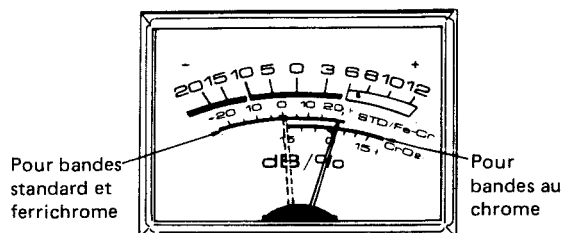

Fig. 3
4. Faire tourner la commande de polarisation jusqu'à ce que l'aiguille de l'indicateur (voir Fig. 3) arrive à la valeur du réglage de polarisation (%).